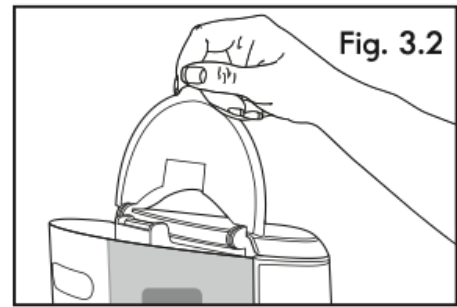

Fig. 3.2
2. Open the tank cover (s. Fig. 3.2).